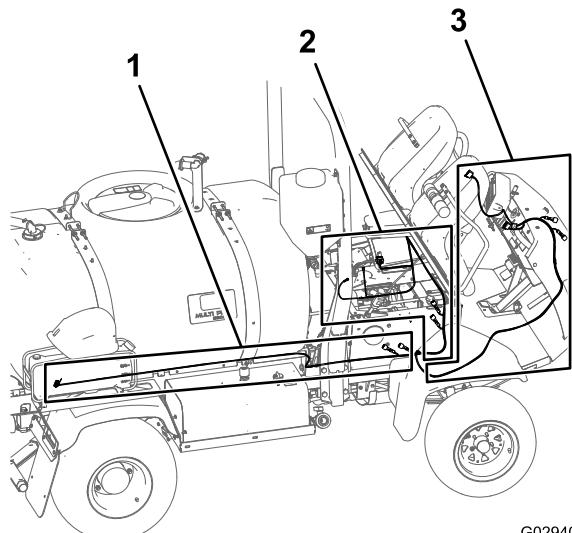
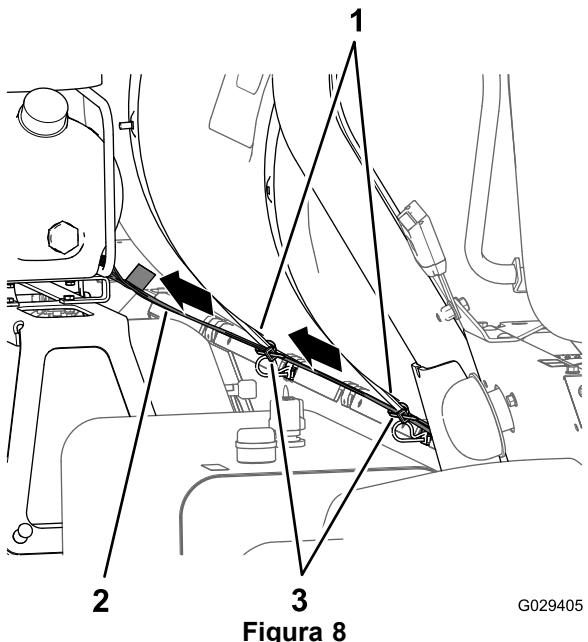

Figura 7
Figura 8
- Individuate la diramazione del compressore da 236 cm del cablaggio preassemblato con un connettore a 4 prese e infilate la diramazione del cablaggio all'indietro lungo il serbatoio dell'irroratrice, come illustrato nella Figura 7 e nella Figura 8.